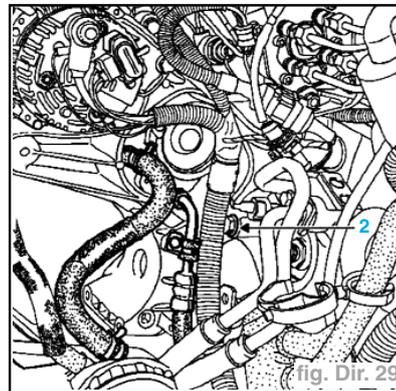

fig. Dir. 29
- le support du faisceau électrique et du tuyau haute pression en retirant la vis (2) (fig. Dir. 29),